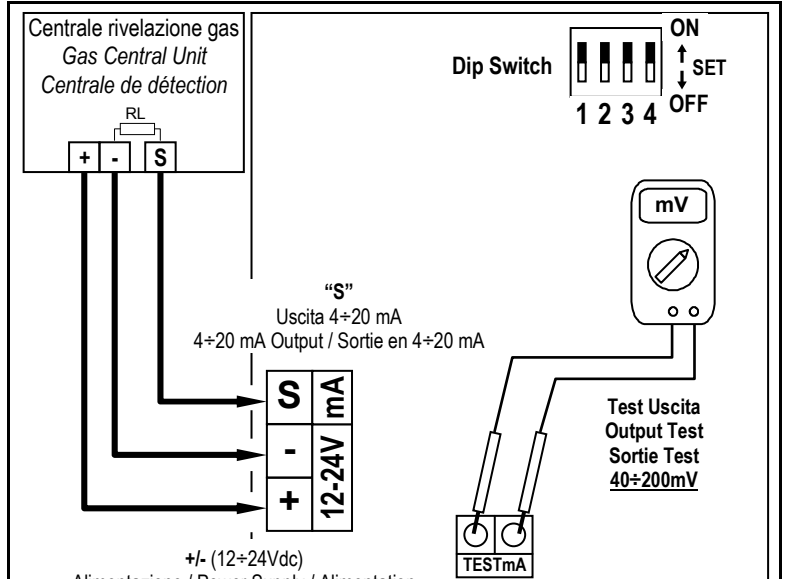
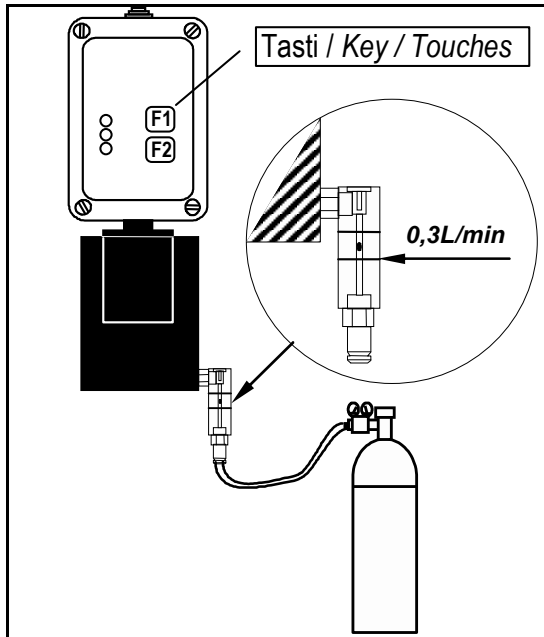
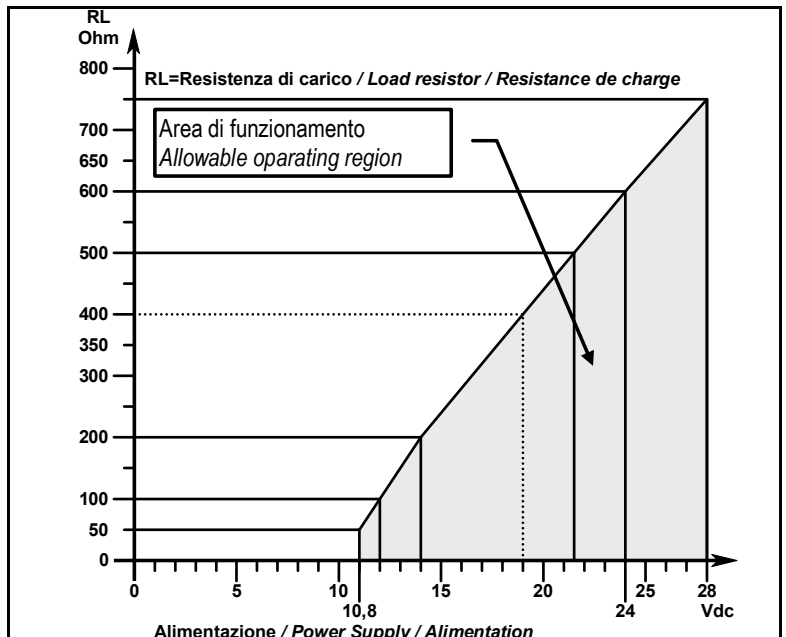

Fig. 2 - Schema di collegamento / Wiring diagram / Schéma
Fig. 3 - Tester di calibrazione / Calibration Tester / Kit de Calibration
Fig. 4 - Alimentazione / Resistenza di Carico 4±20mA
The "Calibration" can be done in clean air only (environment without the presence of flammable or other polluting gas). With the keys perform the "Calibration **Code**". Wait until the Yellow and Green Led switch on fix and the red Led starts to flash. Insert the TC011 over the sensor holder, adjust the sample gas bottle valve as the flow meter indicates around 0.3 l/min (see Fig.3). Wait around 3 minutes, then when the red Led switch on (and while it's SWITCHED ON), press the key F2 on the instrument and hold it pressed until the Red Led is switched off for at least 2 seconds (if the Red Led continue to flash, repeat the operation). ). Then, close the gas cylinder and remove TC011. At this point we can have two possibilities:
The "Calibration Check" should be done using sample gas bottles with a mixture **20%LEL (0.88%v/v) Methane in Air**. With the keys perform the "Cal Check Code". Wait until the Yellow Led starts to flash (the green one remain fix) Insert the TC011 over the sensor holder, adjust the sample gas bottle valve as the flow meter indicates around 0.3 l/min (see Fig.3). Verify with a voltmeter connected to the Test-Point, the value reaches a value between **184 and 216mV**, [corresponding to **20mA** ( $\pm 1.6$ ) output and the central unit should be display about **20% LEL** ( $\pm 2$ )]. If the value result is more different, it is necessary to recalibrate the sensor (see "Calibration"). Then, close the gas bottle, remove TC011, press the key F2 on the instrument to restore the normal working conditions and the mA output will slowly decrease up to 4mA.
**Raccordements électriques (Fig.2):** la distance maximale à laquelle chaque détecteur peut être raccordés à la centrale est indiquée dans le **Tableau 1** en fonction de la section du câble utilisé. Un câble écran est normalement utilisé, avec 3 conducteurs. Si l'on utilise une alimentation 12Vcc la résistance maximale de charge (RL) sera de 50  $\Omega$ , si on utilise une alimentation 24Vcc la RL sera de 500  $\Omega$  (**Fig.4**).
**COMPATIBILITE' AVEC AUTRES CENTRALES:** En cas d'utilisation d'une centrale différent de Tecnocontrol, calculer la résistance de charge maxi en utilisant la charte selon la **Fig.4**. L'alimentation à 24Vcc est conseillée.
L'étalonnage doit être exécuté en air propre exclusivement (milieu sans la présence de gaz inflammables ou autres). A l'aide des touches exécuter le "Code d'Etalonnage". Attendre que les LED Jaune et Verte s'allument en feu fixe et que la LED Rouge clignote. Coiffer la tête de détection avec le TC011, régler le débit du gaz, de manière que le débitmètre indique 0,3 l/min environ, (Fig.3). Attendre 3 minutes environ, puis, quand la Rouge s'allume et pendant qu'elle est ALLUMÉE, presser la touche F2 et maintenir cette pression tant que la LED Rouge ne restent pas éteints durant au moins 2 secondes, si la LED Rouge continu à clignoter, attendre que le LED Rouge se rallume et répéter l'opération. Fermer la bouteille et ôter le TC011. À ce point, deux cas peuvent se vérifier:
A l'aide des touches exécuter le "Code de Vérification". Coiffer la tête de détection avec le TC011, régler le débit du gaz, de manière que le débitmètre indique 0,3 l/min environ, (Fig.3) et contrôler avec le voltmètre que sur les bornes de test "TEST mA" (fig.2) le valeur entre **184 et 216 mV est atteinte**. [Ou bien que la sortie en mA augmente jusqu'à **20 mA (±1,6)** et que la centrale à laquelle le détecteur est connecté, indique **20%LIE (± 2)**]. Dans le cas de résultats différents il faut refaire l'étalonnage. Un fois terminé la "Vérification", ôter le TC011, et **appuyer sur la touche F2 afin de retrouver les conditions de fonctionnement normal**. Après cela, la sortie revient progressivement à 4 mA.